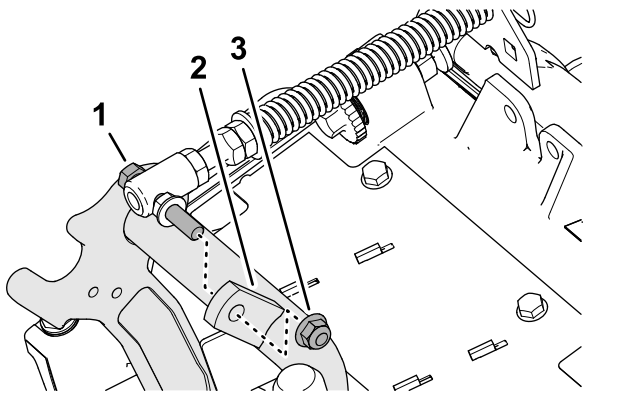

図 18
3. ターフ補正スプリングのキャップスクリューをキャリアフレームの右側タブに固定しているフランジロックナット $\frac{3}{8}$ "を外して、補正スプリングをカッティングユニットから外す 図 18。